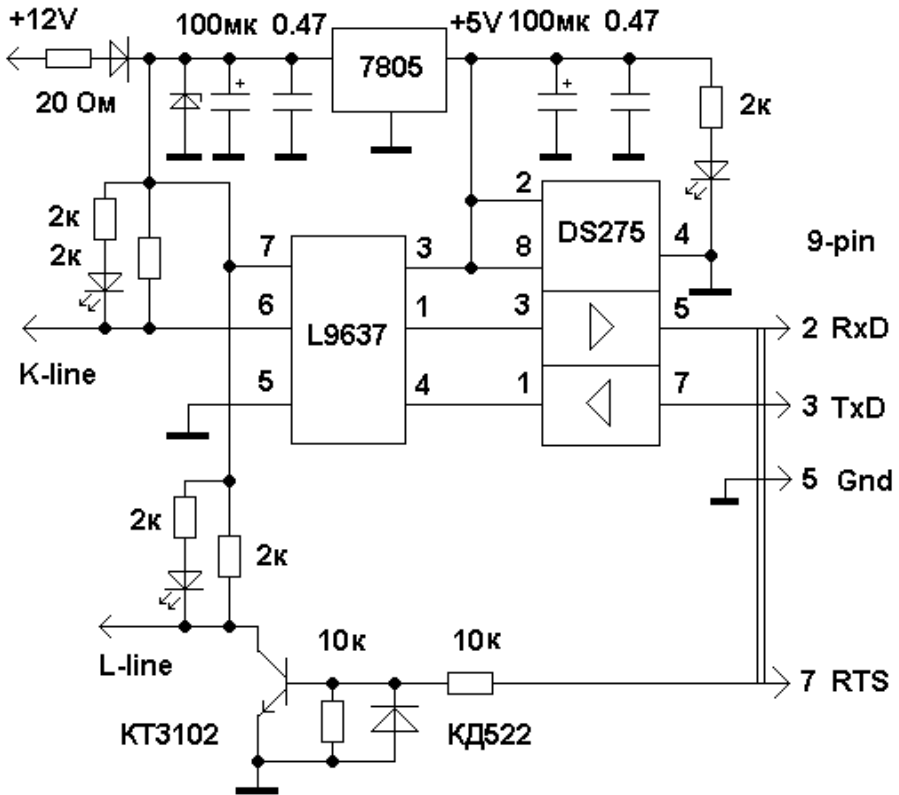

Рисунок 3.3 – Адаптер на L9637
Більш спеціалізовані мікросхеми типу DS275, що виконують ті ж самі функції, що і MAX232, однак мають автоматичне налаштування вихідних сигналів відповідно до рівня вхідних та не потребують значної кількості ємностей для роботи (рис. 3.3).
3.4.5 Навіщо у схемі резистор 20 Ом (рис. 3.3)?
3.4.6 Для чого потрібен транзистор КТ3102 (рис. 3.3)?